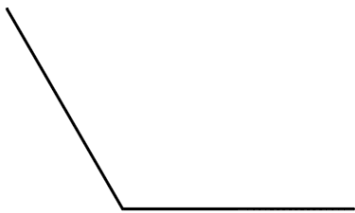

图 2-2 已有图形
1) 在“快速访问”工具栏中单击“打开”按钮，弹出“选择文件”对话框，选择随书配套光盘中的“构造线创建范例.dwg”文件，单击“选择文件”对话框中的“打开”按钮，已有图形如图 2-2 所示。